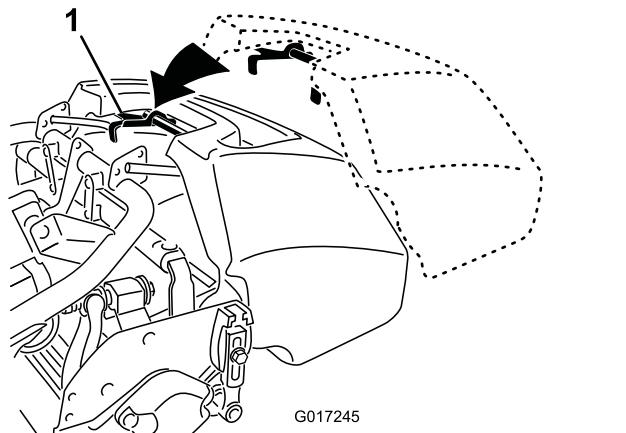

図 21
- バスケットのリップ部をカッティングユニットの左右のサイドプレートの中央部に合わせて前ローラの上にセットする図 21。
る図 21。